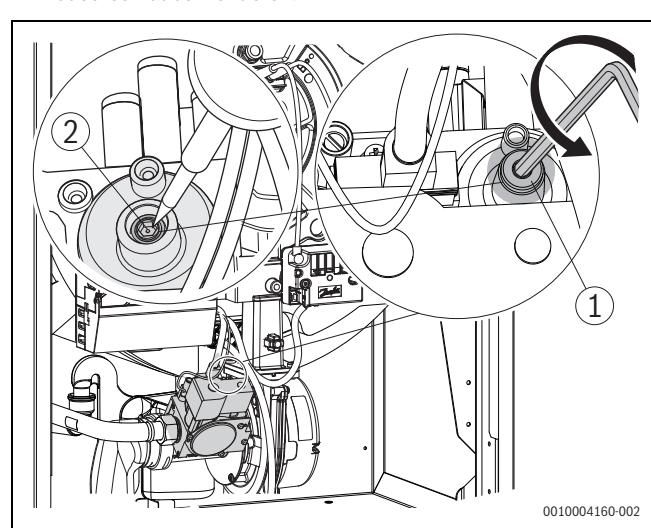

Bild 51 CO_2 / O_2 -Einstellung bei Teillast prüfen
- Abdeckschraube der Teillast-Einstellschraube entfernen (→ Bild 51, [1], Seite 29).
- Bei CO_2 -Werten (Werte in Klammern= O_2 -Werte) unter 9,0 % ($\text{O}_2=4,9\%$) oder über 9,6 % ($\text{O}_2=3,8\%$) die Einstellung an der Kleinlast-Einstellschraube auf 9,3 % ($\text{O}_2=4,3\%$) korrigieren (→ Bild 51, [2], Seite 29).
- Bei CO_2 -Werten (Werte in Klammern= O_2 -Werte) unter 9,8 % ($\text{O}_2=6,0\%$) oder über 10,8 % ($\text{O}_2=4,5\%$) die Einstellung an der Kleinlast-Einstellschraube korrigieren (→ Bild 51, Seite 29 und Tabelle 10).